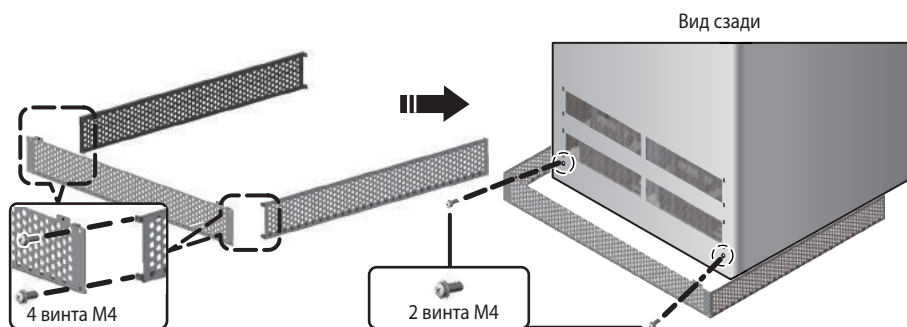

Рис. 5-с. Установка экранов для защиты от грызунов сзади ИБП
- ШАГ 5** Двумя винтами М4 из комплекта прикрепите соединённые экраны (Г-образную конструкцию) к ИБП. См. *Рис. 5-с*.
- ШАГ 6** Ключом с головкой 10 мм отверните восемь винтов М6 и снимите с поддона две опоры, фиксировавшие ИБП при транспортировке ①. Прикрепите две опоры этими винтами к ИБП сзади. Для фиксации ИБП прикрепите опоры к полу двумя анкерными болтами ② с гайками. Анкерные болты приобретаются отдельно. См. *Рис. 5-d*.